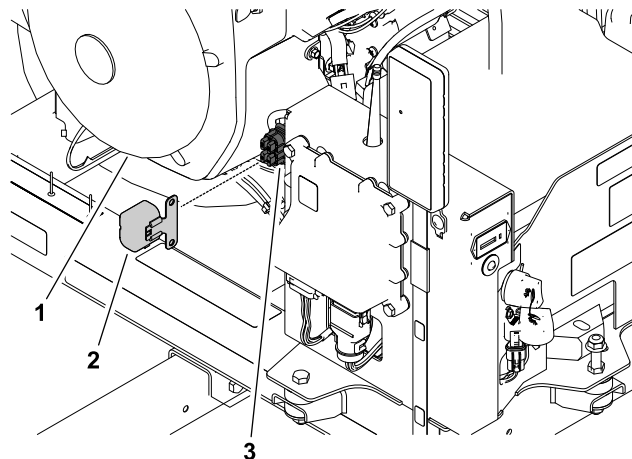

Figure 42
1. Sur le côté intérieur avant de la tour de commande, retirez le couvercle du porte-fusibles (Figure 42).
2. Retirez le fusible ouvert du porte-fusibles (Figure 42).
récepteur sur le côté droit de la tour de commande (Figure 42).